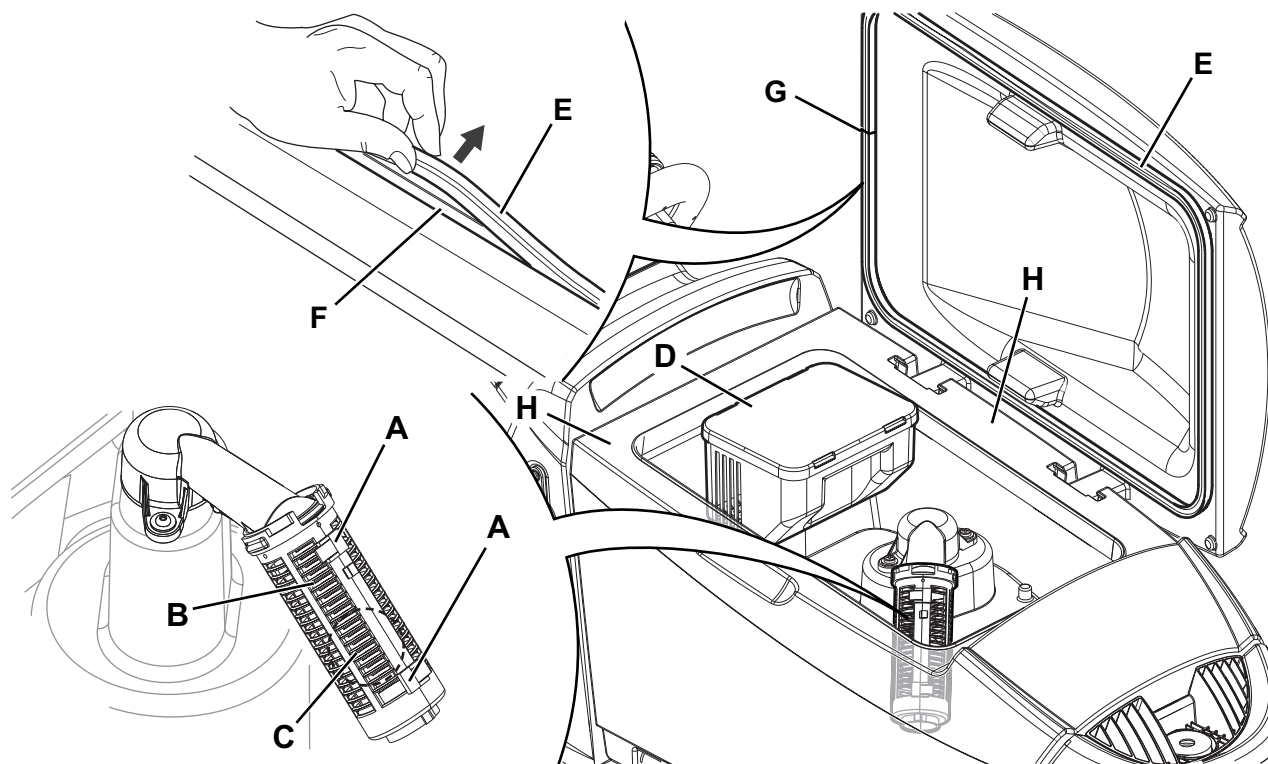

Рис. 13
2. Убедитесь, что машина отключена и ключ пользователя (51) извлечен.
3. Поднимите крышку (34).
4. Промойте бак (33) и крышку чистой водой.
5. Слейте воду из бака с помощью шланга (12).
6. Очистите вакуумную сетку (31), ослабьте фиксаторы (А, Рис. 13), откройте сетку (В) и извлеките поплавков (С), затем тщательно почистите и установите на место.
7. Снимите бачок для сбора мусора (D) и откройте его крышку. Тщательно почистите его и установите на вакуумный шланг.